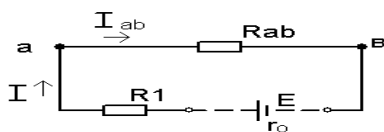

рис. 3
2.5. Эквивалентное сопротивление цепи относительно зажимов источника (рис. 3):
3. Определим ток всей цепи: (закон Ома для цепи, рис. 3).
4.1. $I_1 = I_{AB} = I = 5 \text{ A}$ (схема рис. 3);